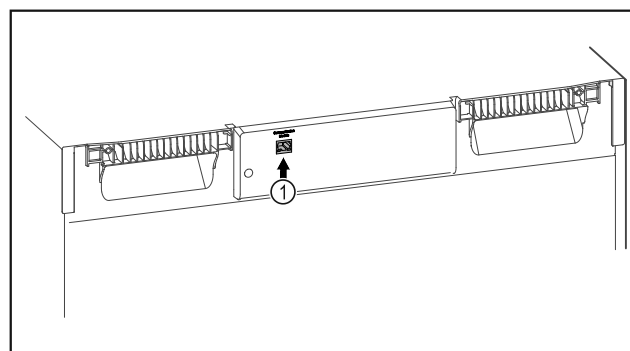

Fig. 96
- ☐ El SmartModule Fig. 96 (1) está colocado.